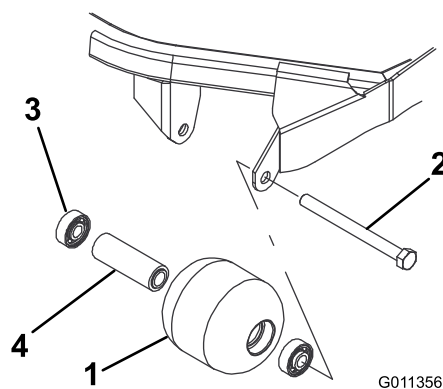

Figure 126
1. Retirez le boulon de fixation du galet (Figure 126).
4. Vérifiez l'état du logement des roulements, des roulements et de la douille d'écartement (Figure 126). Remplacez tout composant endommagé et procédez au remontage.
1. Enfoncez le premier roulement dans le logement à la presse (Figure 126). Exercez la pression uniquement sur la bague extérieure ou uniformément sur les bagues intérieure et extérieure.
2. Insérez l'entretoise (Figure 126).
3. Enfoncez le second roulement dans le logement à la presse (Figure 126). Exercez une pression uniforme sur les bagues intérieure et extérieure jusqu'à ce que la bague intérieure rencontre la douille d'écartement.